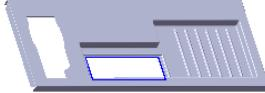
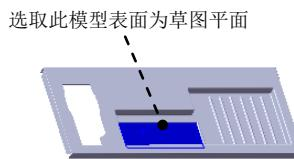
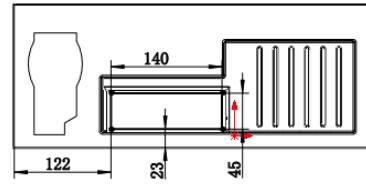

图 17.7.62 切除一拉伸 2
图 17.7.63 定义草图基准
图 17.7.64 横断面草图
Step8. 创建图 17.7.62 所示的切除一拉伸 2。选择下拉菜单 **插入(I)** → **切除(C)** → **拉伸(E)...** 命令；选取图 17.7.63 所示的表面作为草图平面，绘制图 17.7.64 所示的横断面草图；在 **方向1** 区域选中 与厚度相等(L) 复选框与 正交切除(N) 复选框，其他采用系统默认设置值，完成切除一拉伸 2 的创建。